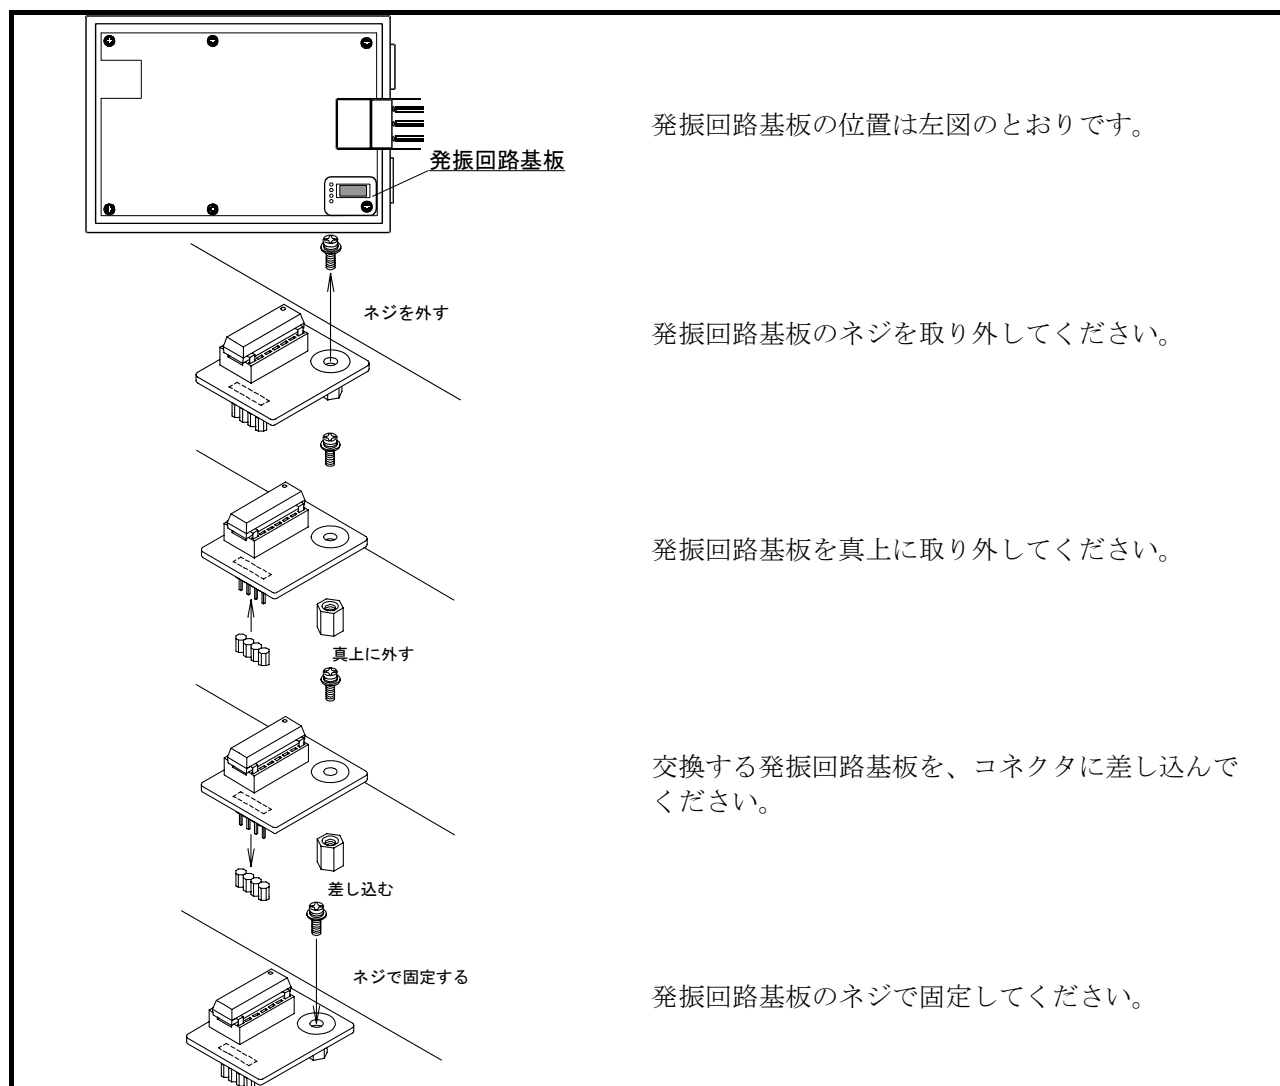

図 2.22 発振回路基板の交換手順
② PC7501内発振回路基板のネジを外して、発振回路基板を交換してください(図 2.22参照)。